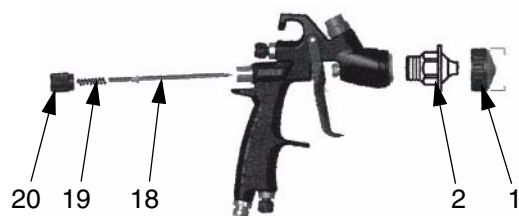

FIG. 6
1. Dévisser le chapeau d'air (1). FIG. 6.
3. Enlever le bouton de réglage produit (20) et le ressort (19). FIG. 6.
4. Sortir le pointeau (18) par l'arrière du pistolet.